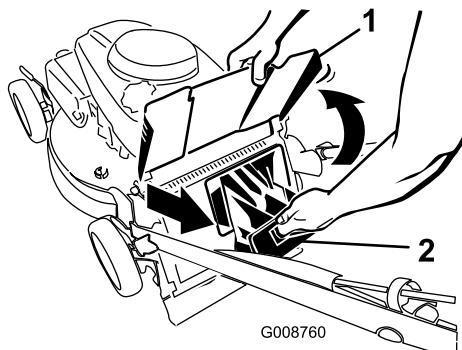

Figura 21
- Levante y sujeté el deflector de descarga (Figura 21).